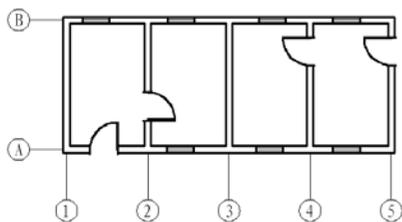

图 17.9.9 完成门窗设置的平面图
(3) 插入“门”、“窗”图块。
① 用 **插入(I)** → **块(B)...** 命令将各个门、窗插入到合适的位置。
② 用 **EXPLODE** 命令打散所有图块，选择下拉菜单 **修改(O)** → **修剪(T)** 命令，将所有多余的墙线和网轴线修剪掉，修剪完成的结果如图 17.9.9 所示。
(1) 将图层切换至“尺寸和文本”。